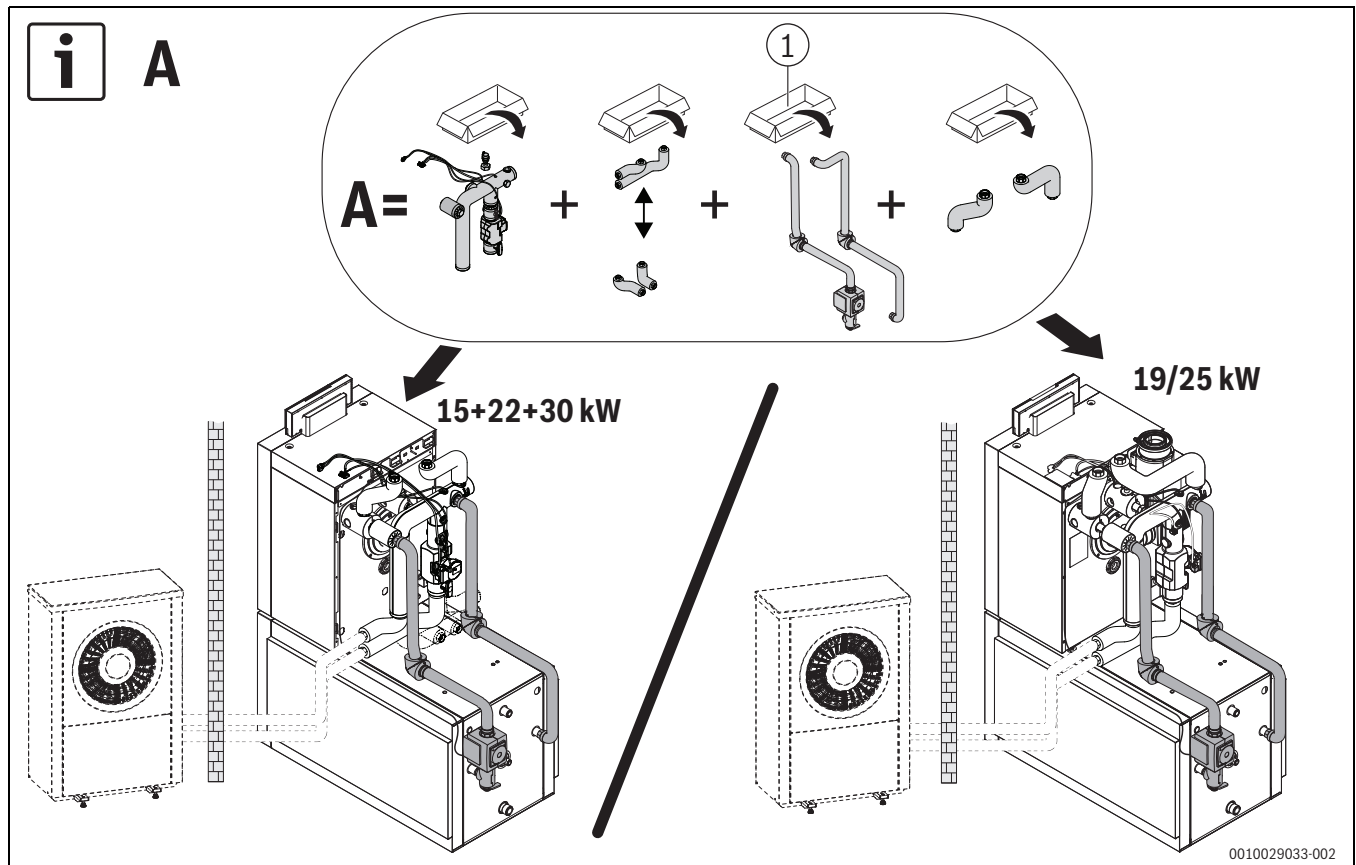

Bild 10 Speicherverbindung liegender Speicher, Variante A
- Rohrgruppe Speicherverbindung für unten liegenden Speicher (→Bild 10; →separate Installationsanleitung).
Bei der Installation mit liegendem Speicher, **Variante A** (→Bild 10),
Für die Kesselgröße 19/25 kW (→ Bild 10) erfolgt die Montage der Speicheranbindung in gleicher Weise.
Für die Kesselgröße 19/25 kW (→ Bild 10) erfolgt die Montage der Speicher-Verbindung in gleicher Weise.